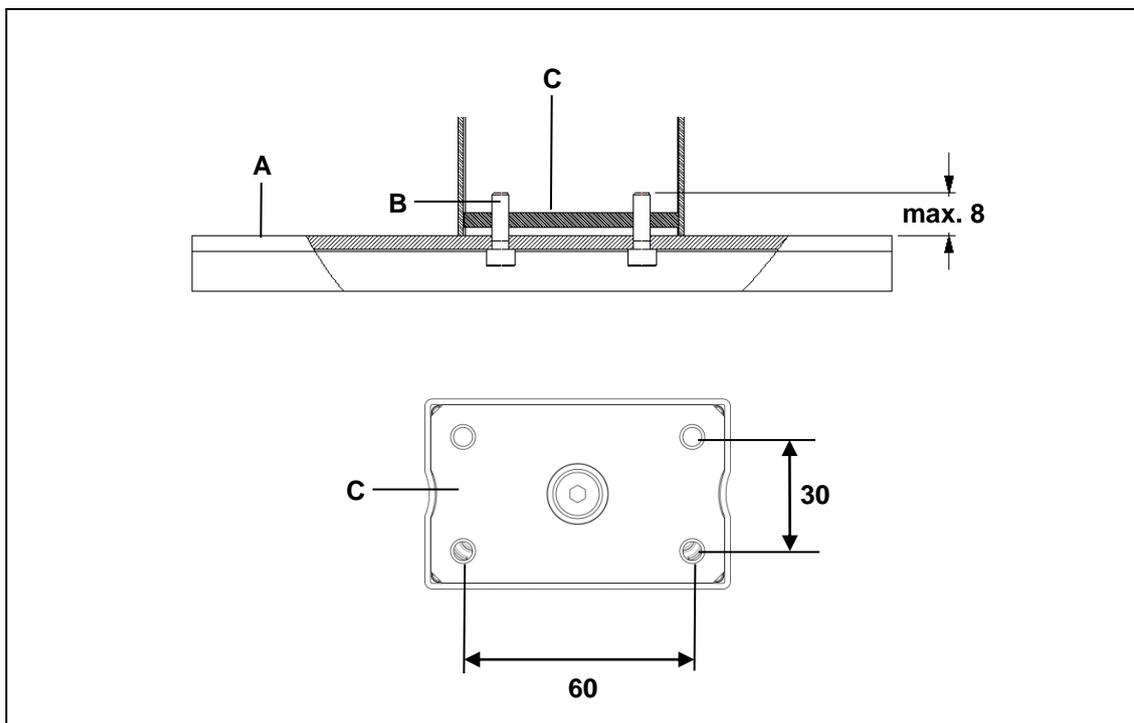
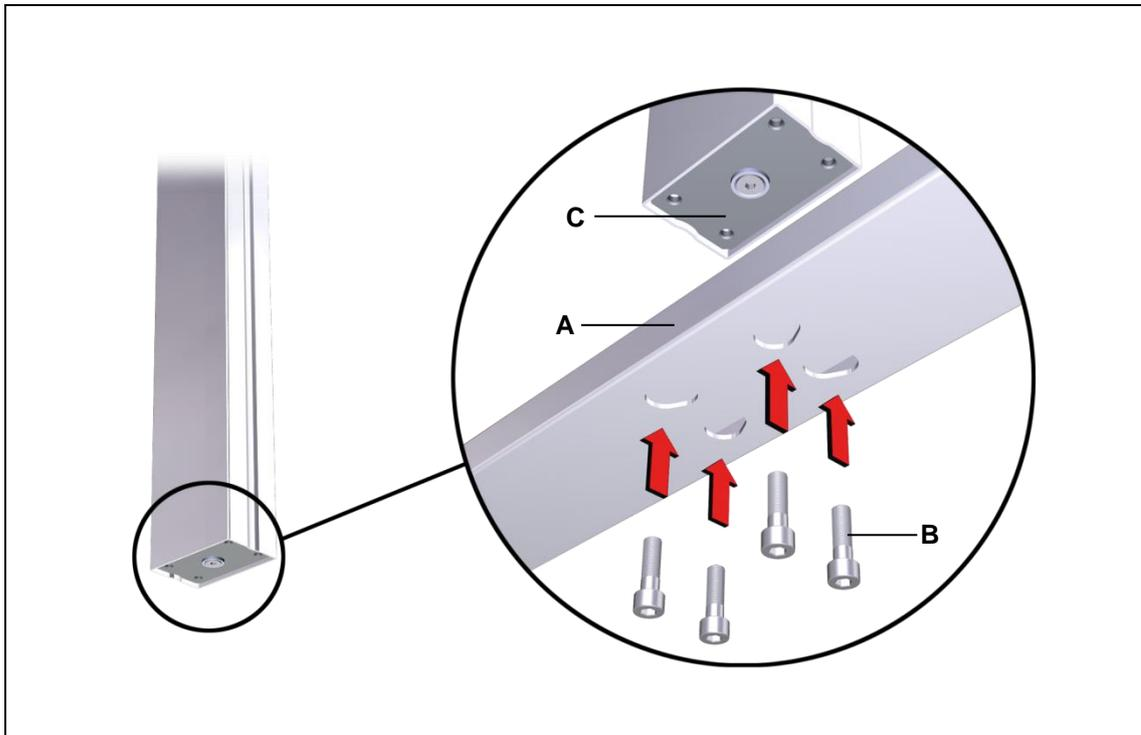

Abbildung 7 Montage Tischfuß: (Angaben in mm)
Abbildung 8 Montage Tischfuß
- ▶ Verwenden Sie Schrauben M6 (Festigkeitsklasse 8.8), wie in Abbildung 7 gezeigt. Das Anzugsdrehmoment darf maximal 10 Nm betragen.
- 1 Schrauben Sie den Tischfuß mit vier Schrauben an das Fußende der Hubsäule, wie in Abbildung 8 gezeigt (maximales Anzugsdrehmoment 10 Nm). Die Montagemaße entnehmen Sie Abbildung 7.